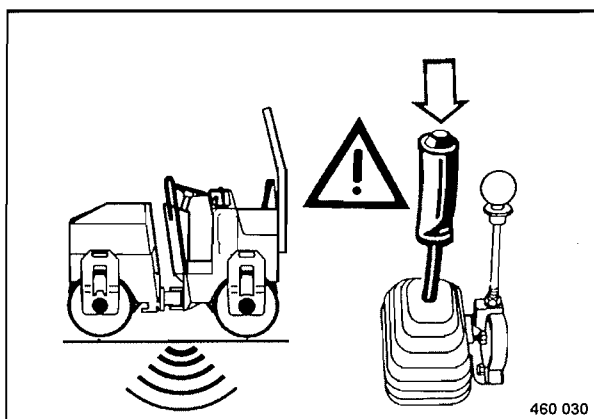

Fig. 41
- Si después de arrancar comienza la vibración hay que presionar inmediatamente el pulsador para vibración (Fig. 41) para desconectar la vibración.